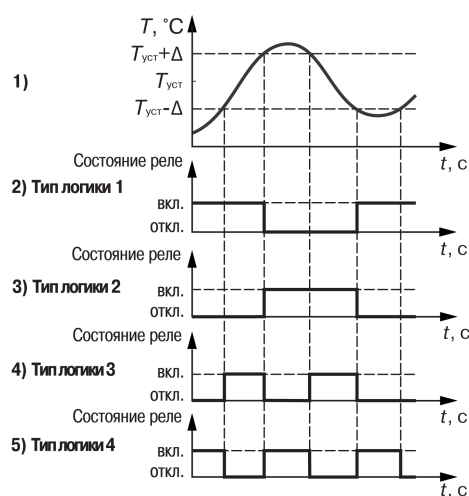

Рисунок 7.3 – Типы логики
- **Тип логики 1 «Прямой гистерезис»** (рисунок 7.3, график 2) используется для сигнализации о достижении контролируемым параметром значения ниже заданной границы. Выходное реле «Авария объекта» включается при температурах  $T < T_{уст} - \Delta$ , а выключается при  $T > T_{уст} + \Delta$ , где  $T$  – измеренное значение температуры;  $T_{уст}$  – заданное значение уставки;  $\Delta$  – заданное значение гистерезиса. Наличие гистерезиса между точками включения и выключения обеспечивает уверенное (без «дребезга») срабатывание релейных коммутационных устройств и сбережение их ресурса.
- **Тип логики 2 «Обратный гистерезис»** (рисунок 7.3, график 3) используется для сигнализации о превышении параметром заданной границы. Выходное реле включается при температурах ( $T > T_{уст} + \Delta$ ), а выключается при ( $T < T_{уст} - \Delta$ ).
- **Тип логики 3 «П-образная»** (рисунок 7.3, график 4) применяется для сигнализации о нахождении температуры в заданных границах. Выходное реле включается при температурах ( $T_{уст} - \Delta < T < T_{уст} + \Delta$ ).
- **Тип логики 4 «У-образная»** (рисунок 7.3, график 5) применяется для сигнализации о выходе температуры за заданные границы. Выходное реле включается при температурах ( $T < T_{уст} - \Delta$ ) или ( $T > T_{уст} + \Delta$ ).